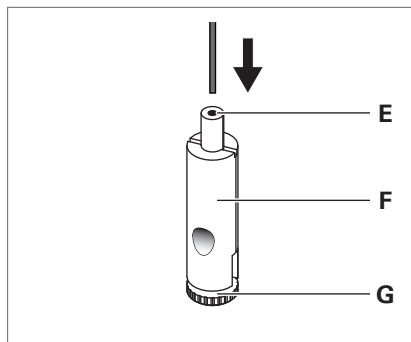

Fig. 8: Montaggio del fermacavo.
- Far passare il cavo metallico attraverso la bussola di guida **E** del fermacavo **F**, vedi Fig. 8.